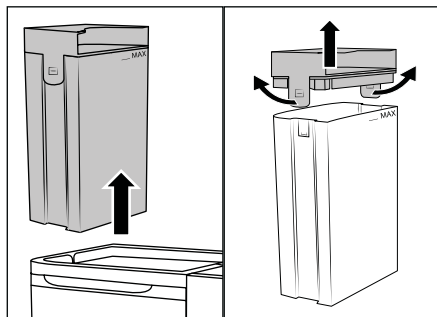

Fig. 5
(1) Versare solo acqua di rubinetto da fredda a calda oppure acqua distillata nel contenitore dell'acqua pulita ②. Non utilizzare acqua bollente. (2) Non azionare mai l'apparecchio con il contenitore dell'acqua pulita ② vuoto. (3) Usare solo comune detergente per imbottiture che non formi schiuma o **detergente a base d'aceto LIDL W5**. Altri detersivi potrebbero danneggiare l'apparecchio. Si consiglia di aggiungere tre cucchiaini di **detergente a base d'aceto LIDL W5** a una carica completa (1,7 litri) del contenitore dell'acqua pulita ②. Se necessario aumentare gradualmente la percentuale di detergente a base d'aceto fino ad ottenere il risultato desiderato.
◆ Prendere il contenitore dell'acqua pulita ② dall'impugnatura del coperchio ① ed estrarlo dall'apparecchio verso l'alto (vedere fig. 5).
◆ Tirare leggermente le due linguette d'arresto verso l'esterno e togliere il coperchio ① (vedere fig. 5).